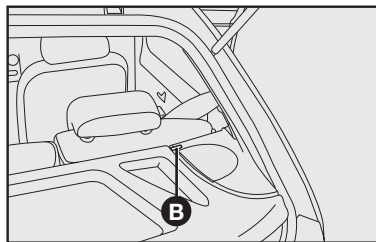

fig. 127
2) Suelte los tornillos **A-fig. 127** de la repisa trasera de sus propios alojamientos y luego quítela.